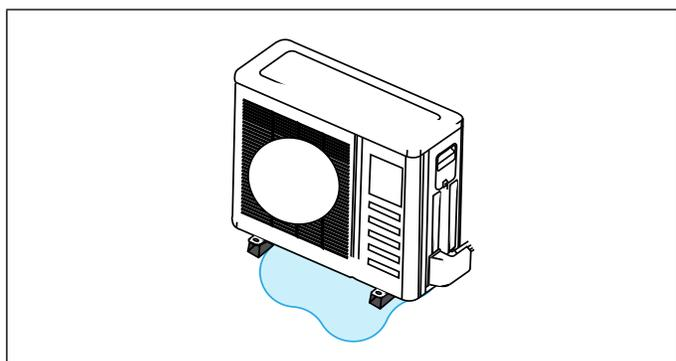

Figure 18. Éviter les dangers causés par le gel de l'eau de dégivrage
- Faire très attention à l'élimination de l'eau de dégivrage pour éviter que la glace empêche l'utilisation des allées ou crée un danger à proximité de l'unité extérieure comme illustré à la «Figure 18. Éviter les dangers causés par le gel de l'eau de dégivrage» à la page 11.